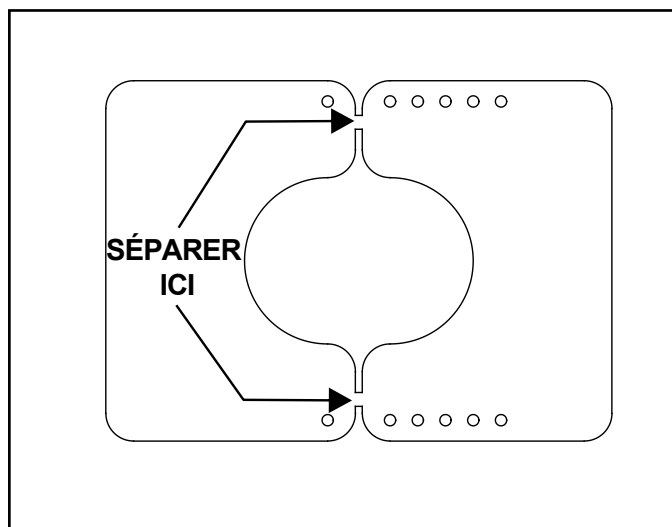

Figure 4.10 Diviser le réducteur d'échappement
2. Séparez le réducteur de conduit en deux morceaux. Vous pouvez y arriver en pliant la pièce d'avant à en arrière, jusqu'à ce qu'elles se séparent. Voir la figure 4.10.
1. Séparez le réducteur de conduit en deux morceaux. Vous pouvez y arriver en pliant la pièce d'avant à en arrière, jusqu'à ce qu'elles se séparent. Voir la figure 4.10.